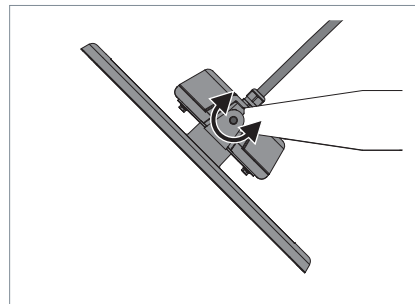

Fig. 12: Aligner le luminaire.
- ▶ Alignez le luminaire et serrez les deux vis sur les équerres de fixation, voir Fig. 12.